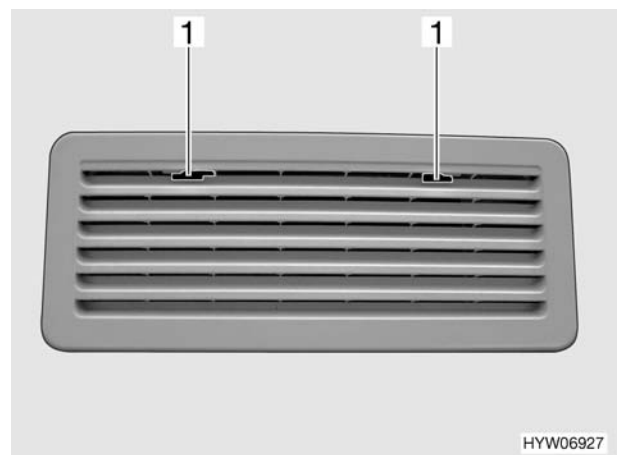

Fig. 161 Griglia di aerazione del frigorifero (variante 2)
- Spingere verso il centro l'arresto (Fig. 161,1).